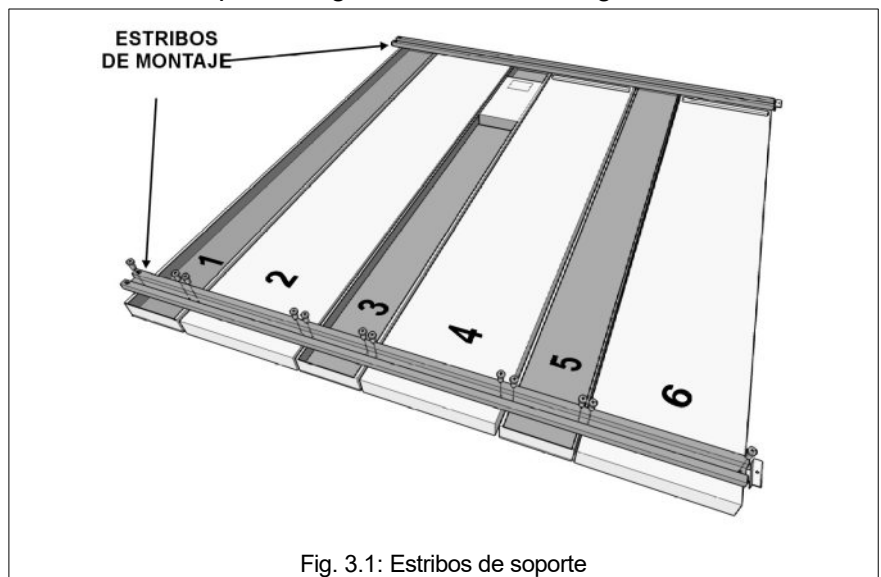

Fig. 3.1: Estribos de soporte
Ponga los módulos con el panel frontal mirando al suelo, siguiendo la numeración indicada en el panel trasero (Fig. 3.1), para componer el panel deseado (véanse los distintos modelos en la página 24).
3. Coloque los dos estribos sobre los módulos alineando los agujeros de montaje. Fíjelos bien a los módulos con los tornillos incluidos (véase la Fig. 3.1) y un destornillador de cruz.